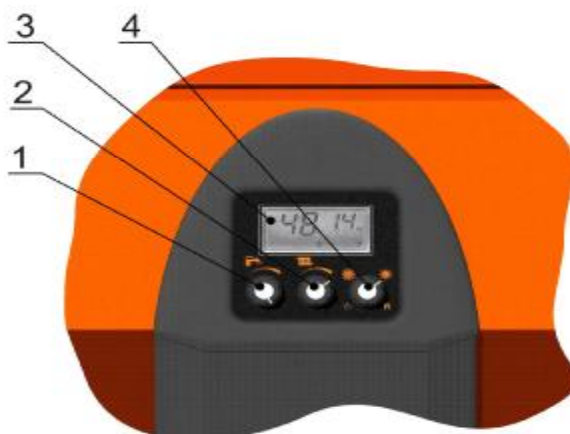

Рис. 2. Пульт управления котла
- установить ручку выбора режима работы (поз. 4, рис. 2) в положение «ЗИМА»;
- установить необходимую температуру теплоносителя ручкой настройки температуры отопительной воды (поз. 2, рис. 2). На дисплее индицируется индикатор «ОТОПЛЕНИЕ» и заданная температура теплоносителя.*
- при наличии проточного вторичного теплообменника ГВС установить необходимую температуру ГВС ручкой настройки температуры ГВС (поз. 1, рис. 2) На дисплее индицируется индикатор «ГВС» и заданная температура ГВС.*
- для выключения котла необходимо установить ручку выбора режима работы (поз. 4, рис. 2) в положение «ВЫКЛ».